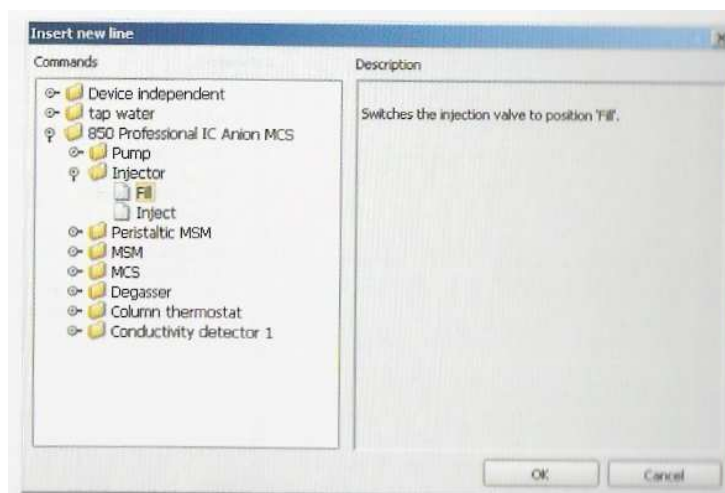

Figura 12.2– Janela do software Magic Net IC.
- Abrirá uma janela, Figura 12.2. Deixar o tempo “0,0 MIN”. Clicar em “OK”.